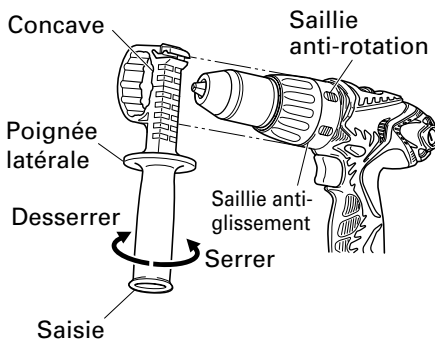

Fig. 18
- (1) Installer la poignée latérale de façon que les saillies de l'outil principal s'insèrent dans les rainures de la poignée latérale. Serrer la saisie après avoir vérifié que la poignée latérale ne recouvre pas la saillie anti-glisserment. (Fig. 18)
- (2) Desserrer la saisie pour retirer la poignée latérale.